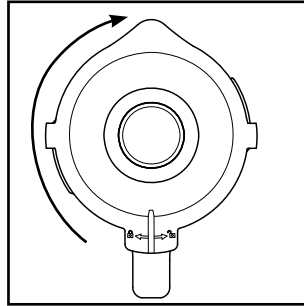

Abb.2
- 4) Drücken Sie den Deckel ② versetzt wieder fest auf den Mixaufsatz ③ auf. Schließen Sie den Deckel ②, indem Sie ihn im Uhrzeigersinn in die Position drehen, bis er hörbar einrastet (siehe Abb. 2). Achten Sie darauf, dass die Ausgießnase am Mixaufsatz ③ verschlossen ist. Nur wenn der Deckel ② bündig aufgesetzt ist, kann der Motor starten.